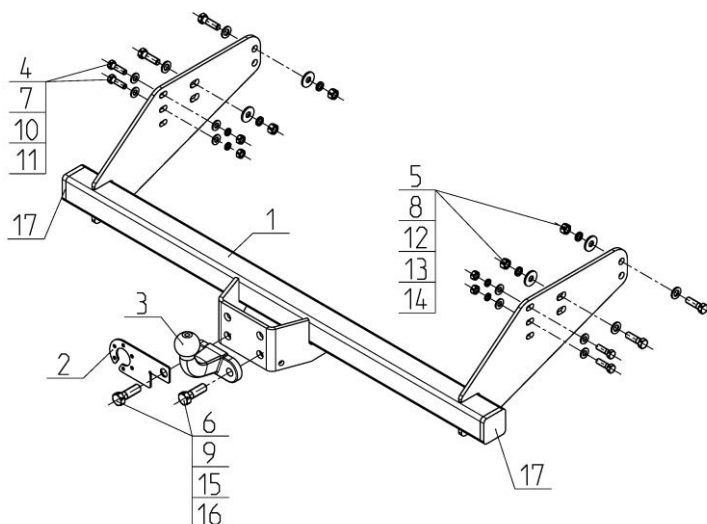

Рис.1.
- Установить ТСУ (рис.1) на автомобиль, используя крепежные элементы (поз.4,5,7,8,10,11,12,13,14);